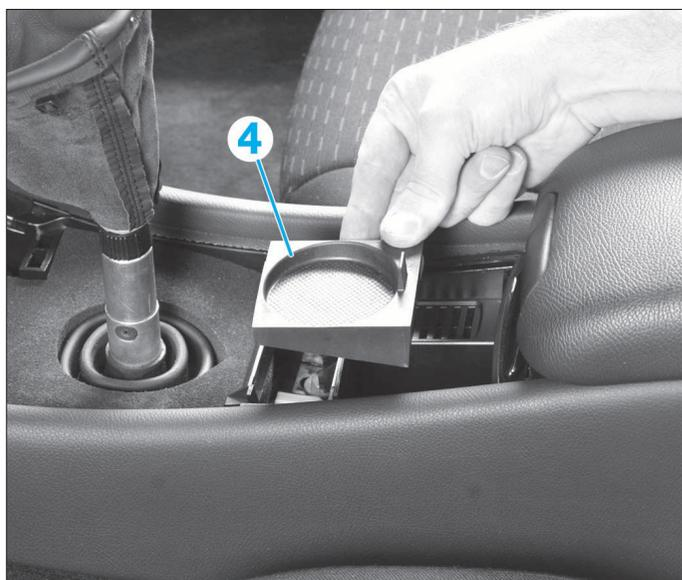

FIG. 17
- le fond (4) du porte-gobelet (Fig.17).